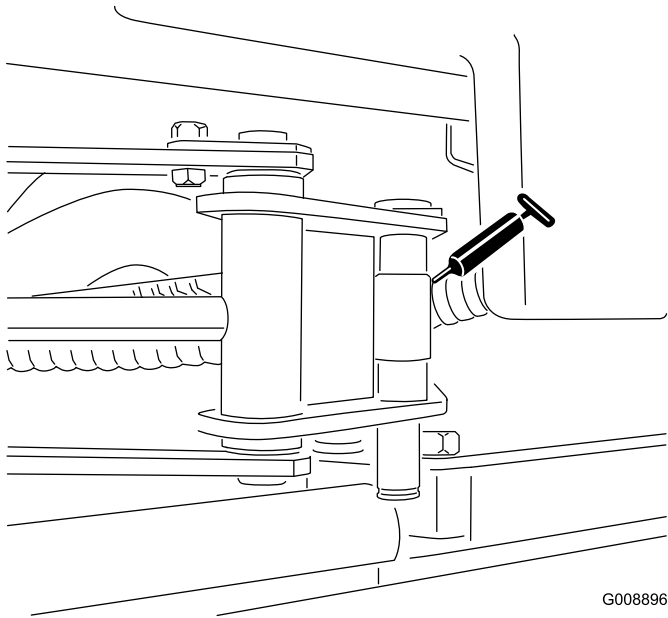

Figura 47
- Extremidades do cilindro do SideWinder (2; apenas modelo 03171) (Figura 47)